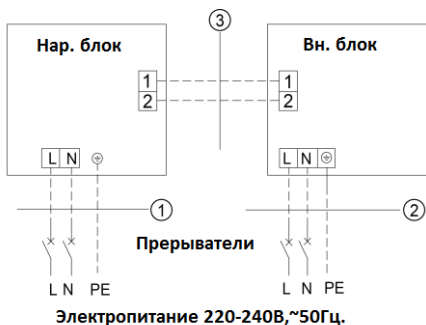

Рис. 4.40
| ⑦. | Подключайте жилы кабеля питания как показано на рис. 4.40 - 4.43.                |